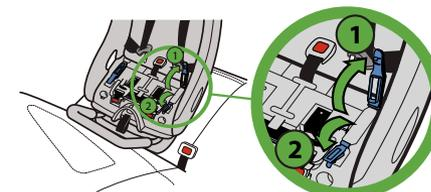

Figure 30
Si vous installez le siège avec une ceinture baudrier/sous-abdominale, ouvrez un (1) dispositif de blocage pour la position orientée vers l'arrière, tel qu'illustré dans la **Figure 30**. Utilisez le dispositif de blocage qui vous semble fournir l'installation la plus sécuritaire.